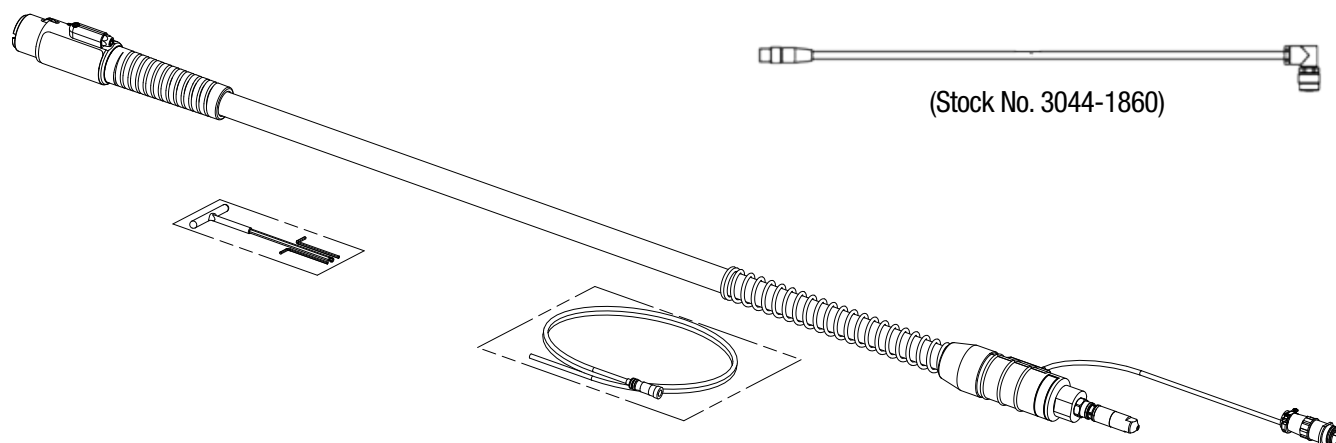

Figure 1: Ensemble « Refroidi par Air » Serie QRL
2. Vérifier la présence de tous les articles illustrés sur la Figure 1 et les identifier. En cas d'absence de toute pièce, veuillez prévenir le distributeur de soudage local Tweco® ou le service clientèle des produits Tweco® au 1-800-426-1888.